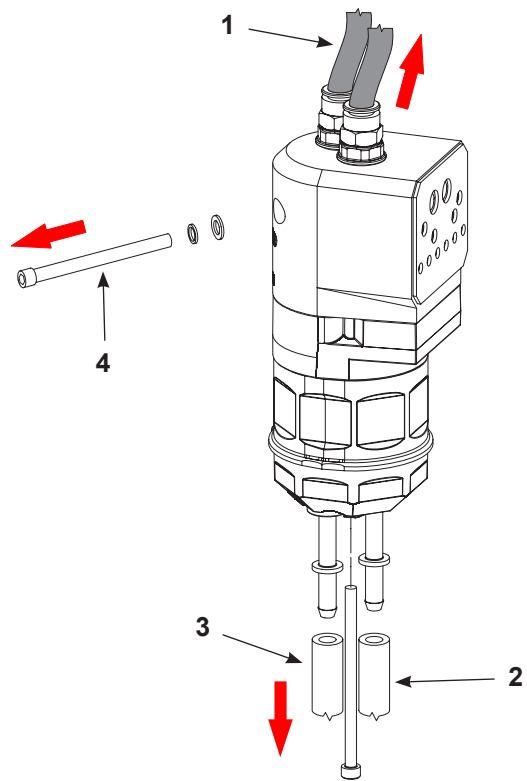

Figure 18 Préparation du démontage de la pompe de mise à niveau
1. Voir la Figure 18. Le cas échéant, débrancher les conduites d'air de purge du dessus de la pompe de mise à niveau (1).